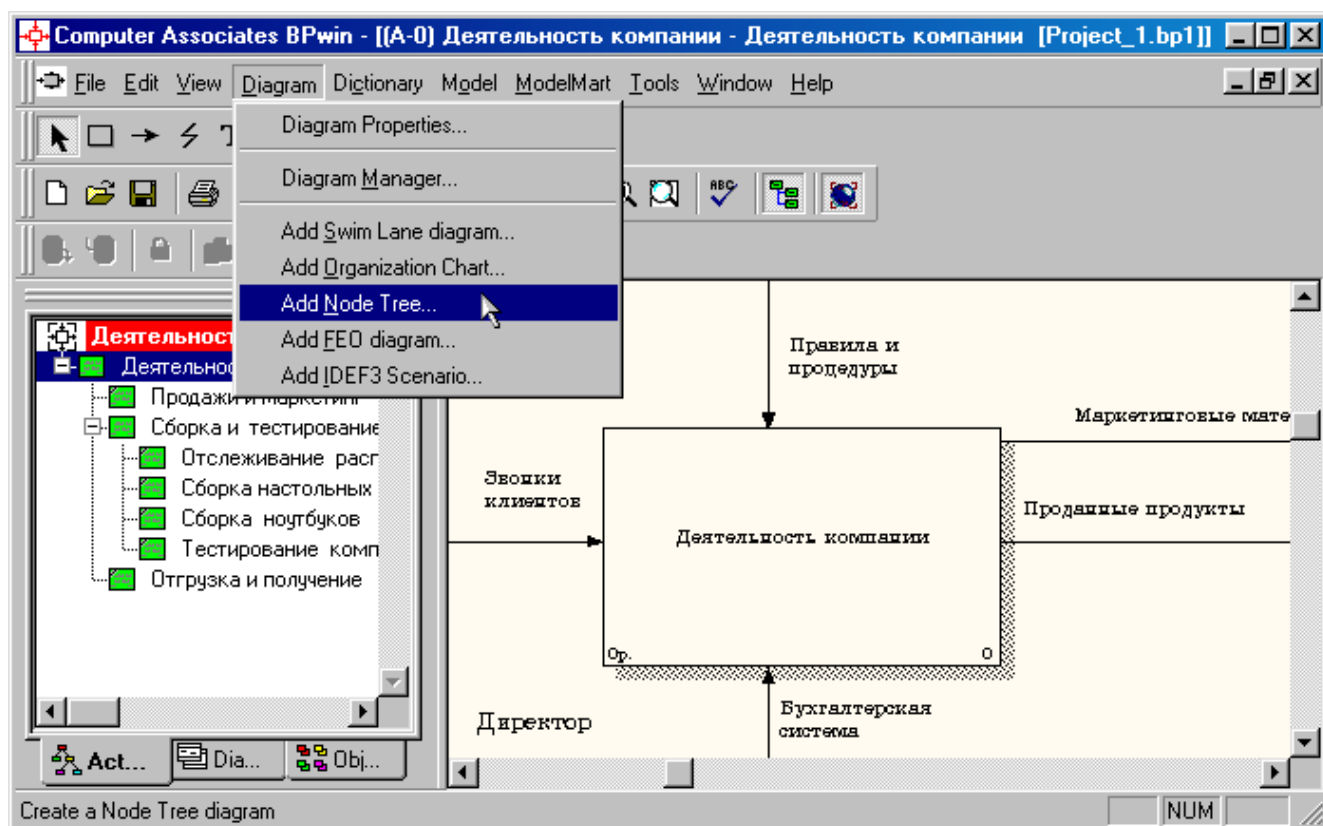

Рисунок 4.1 - Пункт главного меню **Diagram/Add Node Tree**
- 1 Выберите пункт главного меню **Diagram/Add Node Tree** (рисунок 4.1).